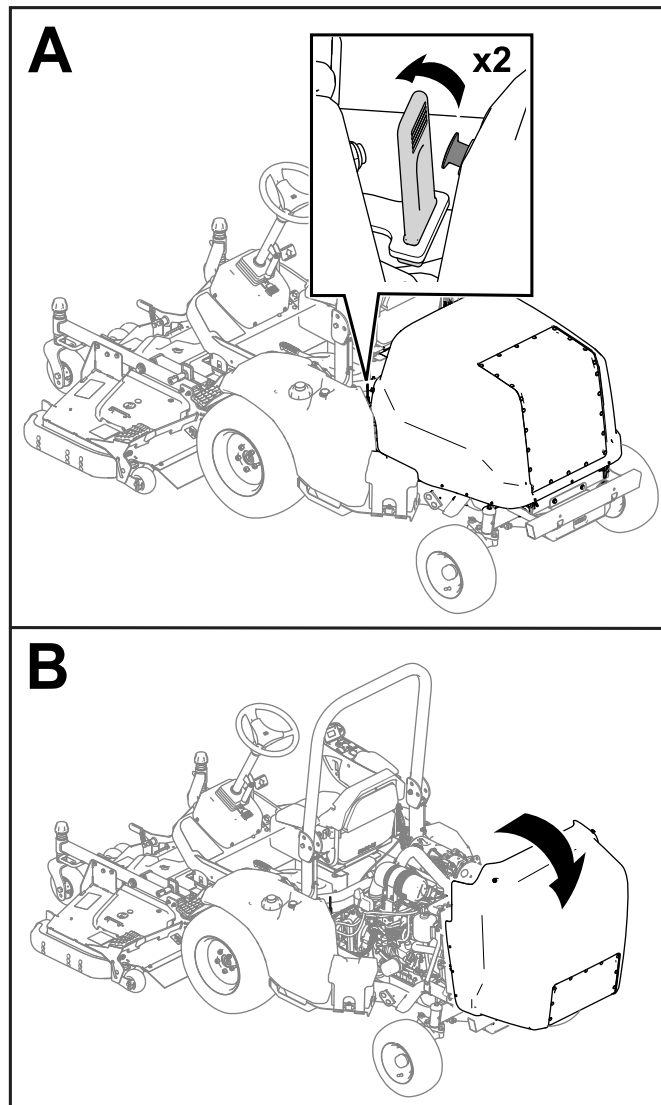

Figur 28
8. Fjern de 7 plastpropper, der er vist i Figur 28, fra motorhjelmen.